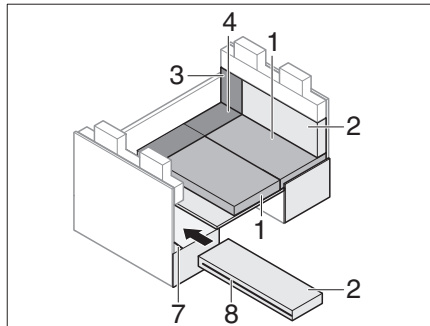

Fig. 208 Durante la transformación
- Abrir la cremallera (Fig. 208,8) en el cojín del respaldo.
- Insertar la ranura en el cojín del respaldo por encima del travesaño ISOFIX (Fig. 208,7).